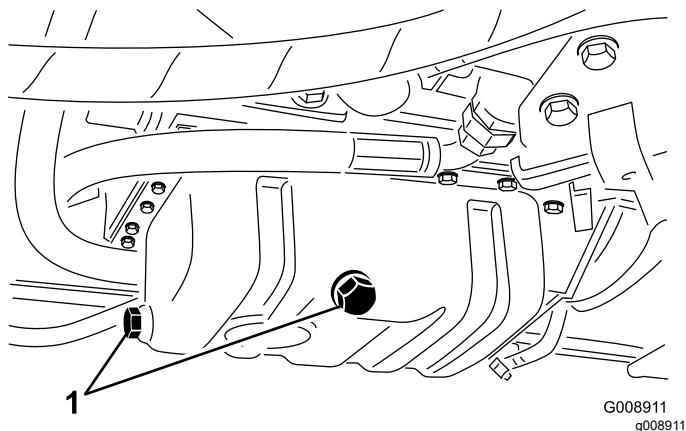

図 61
1. ドレンプラグのどちらか一方 (図 61) を外してオイルを容器に受け、オイルの流出がおわったらプラグを元通りに取り付ける。